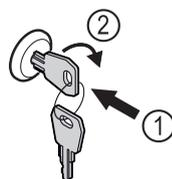

Fig. 174 Immagine a titolo di esempio
- ▶ Inserire la chiave Fig. 174 (1).
- ▶ Ruotare la chiave di 90° in senso orario Fig. 174 (2).